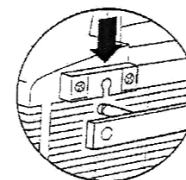

FIG.9
3. Suspendre l'unité extérieure. FIG 9